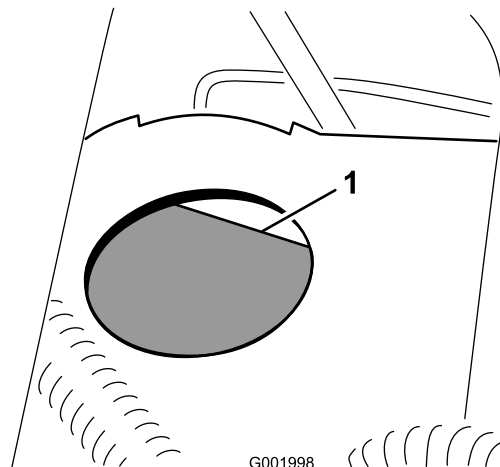

図 61
2. タンクの FULL マークまでオイルが入っているのを確認する (図 61)。